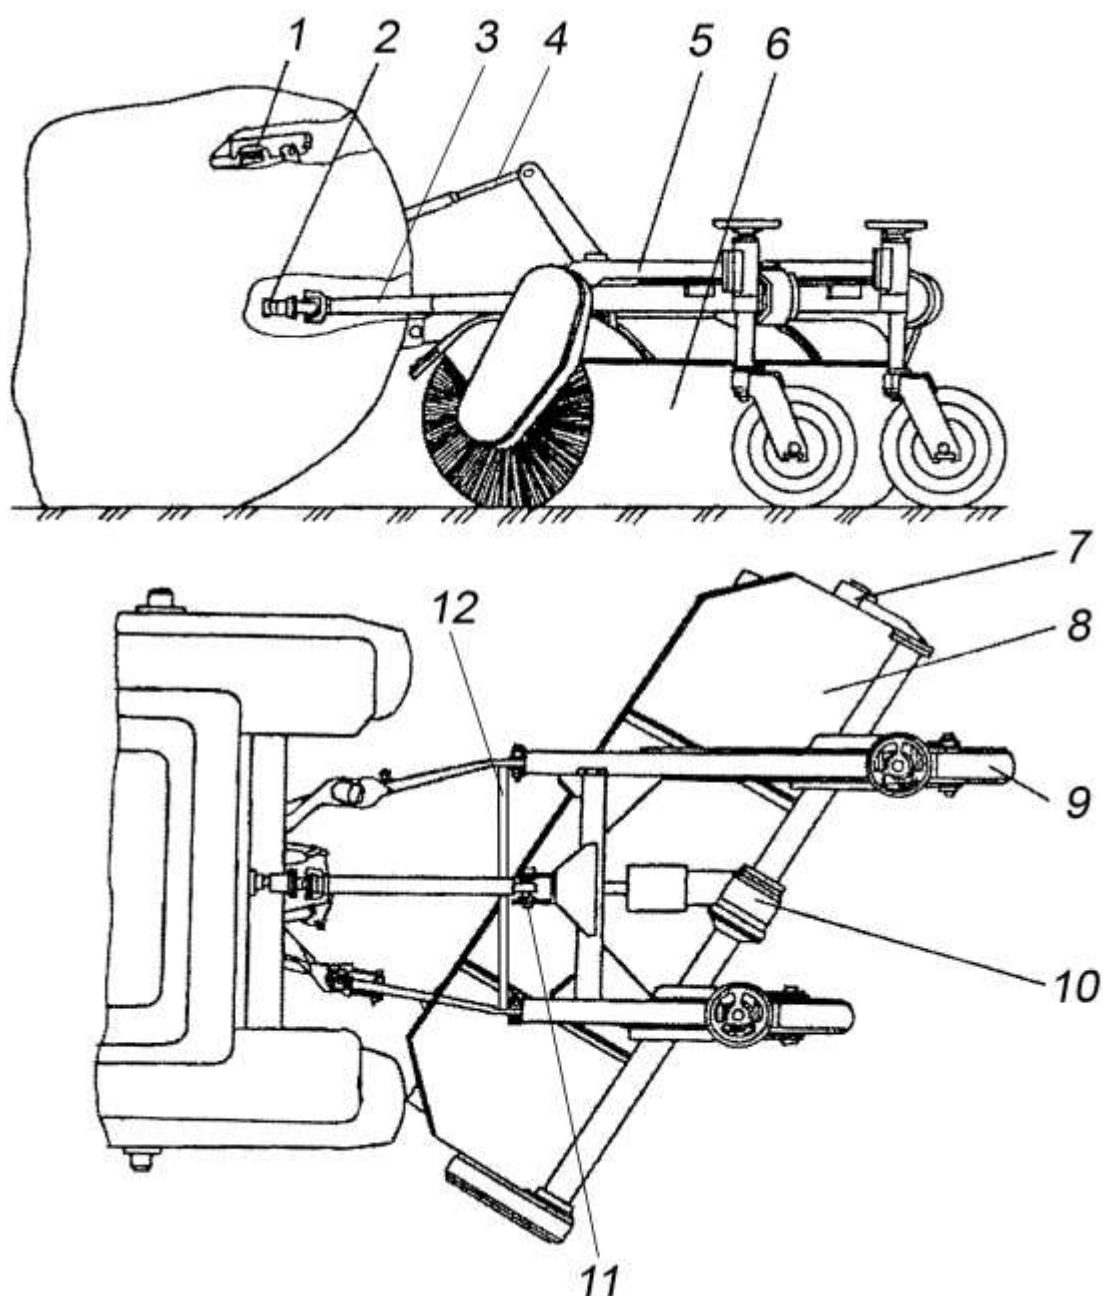

Рисунок 1 – Щеточное оборудование
Щеточное оборудование (рисунок 1) состоит из рамы 5, привода 10 с опорой 7, щетки 6, кожуха 8, двух опорных катков 9 и поперечины 12. Ведущий вал конического редуктора привода соединен с ВОМ 2 трактора карданным валом 3.
Для предотвращения смещения оси рамы щеточного оборудования относительно оси трактора устанавливается поперечина 12 (рисунок 1), которая крепится при помощи болтов и гаек к тягам заднего навесного устройства трактора.
- в) расстопорить и вытащить палец 11 (рисунок 1), соединяющий щеточное оборудование с тягой верхней 4;